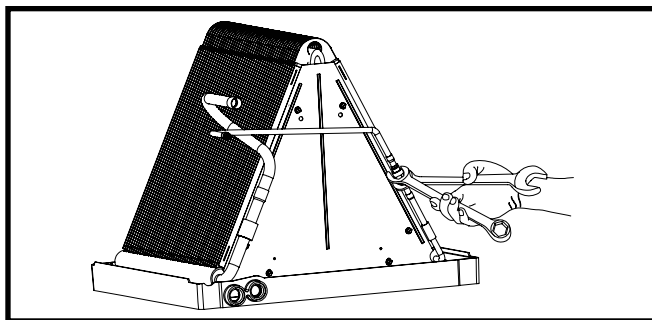

Figure 2. Desserrage de l'écrou et du boîtier du distributeur
1. À l'aide de deux clés, desserrez l'écrou et le boîtier du distributeur tel que montré à la Figure 2. Tournez l'écrou de l'assemblage dans le sens antihoraire jusqu'à ce que les deux moitiés de l'orifice se séparent.